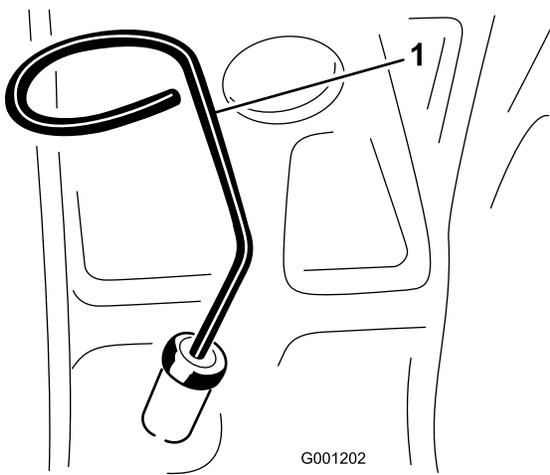

Figura 22
2. Togliete l'asta di livello (Figura 22), tergetela e reinseritela. Rimuovete l'asta e controllate il livello dell'olio. Il livello dell'olio deve raggiungere il segno di pieno, Full, sull'asta di livello.